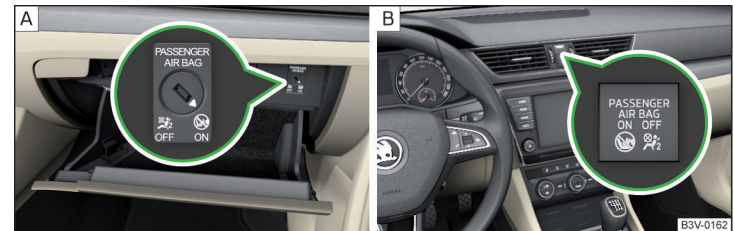

Abb. 10 Schlüsselschalter für Beifahrer-Frontairbag / Kontrollleuchte für Beifahrer-Frontairbag
Der Beifahrer-Frontairbag kann mit dem Schlüsselschalter abgeschaltet werden » Abb. 10 auf Seite 21 - A.
Stellungen des Schlüsselschalters » Abb. 10 - A
- OFF** Der Beifahrer-Frontairbag ist abgeschaltet - nach dem Einschalten der Zündung leuchtet die Kontrollleuchte **OFF**  » Abb. 10 - B